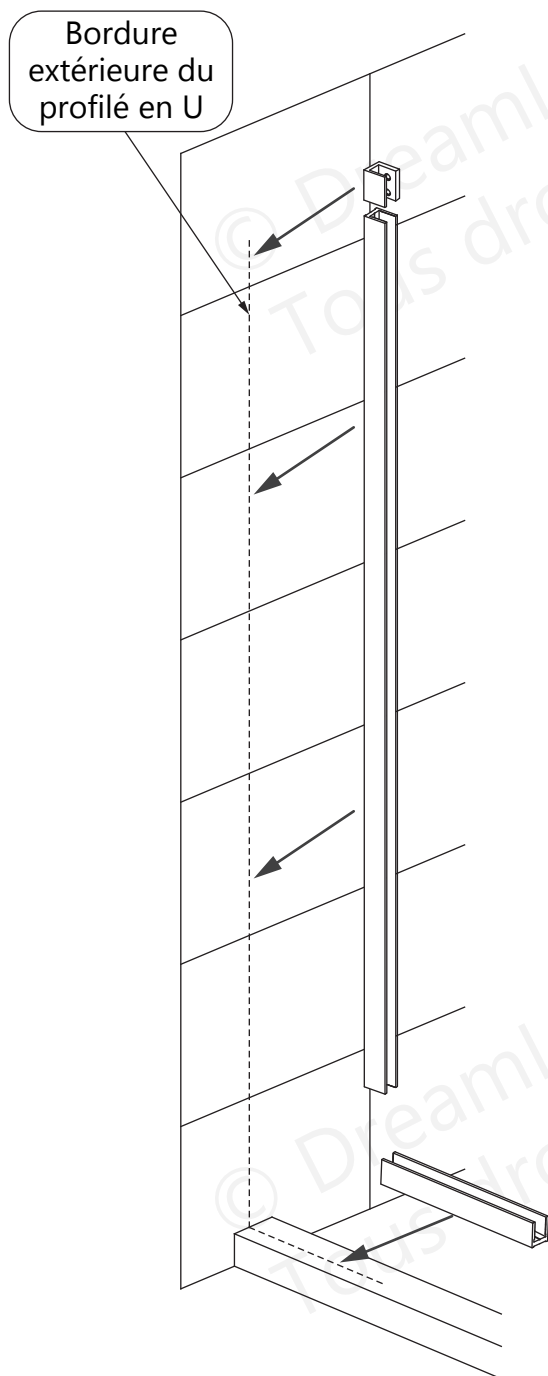

Fig 3
3. Positionnez les profilés en U et la **fixation du panneau vitré avec charnière (N° 36)** sur le mur et le seuil pour marquer les trous à percer. **(Fig 3)**